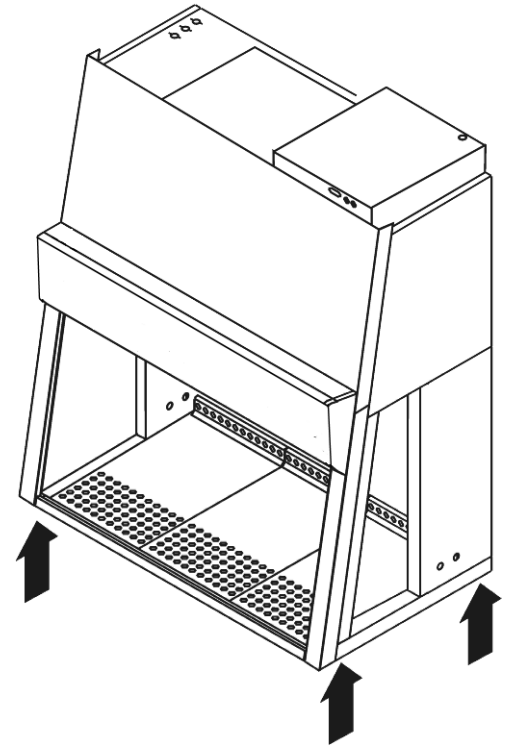

Abb. 2
**Abb. 2:** Um ein Kippen auszuschließen, darf das Gerät auch innerhalb von Gebäuden nur auf einer geeigneten Transportvorrichtung transportiert werden. Der Gerätekörper sollte dazu vom Untergestell abgebaut werden.